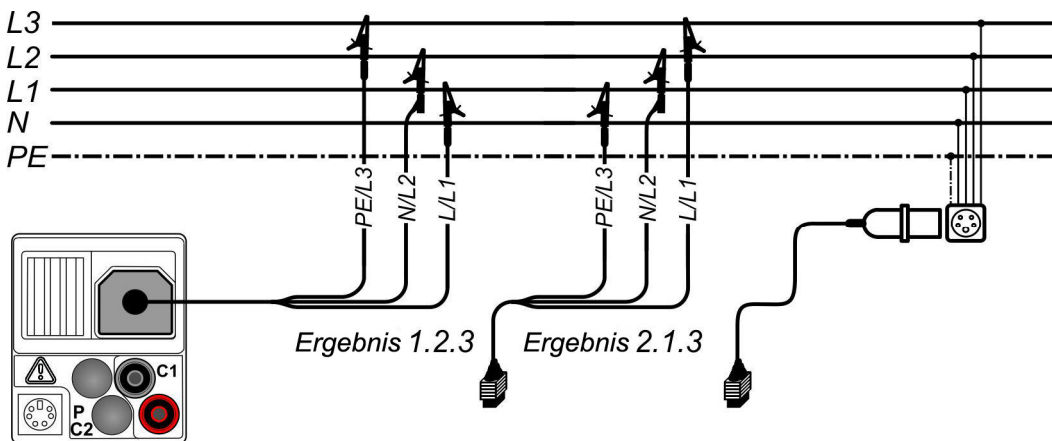
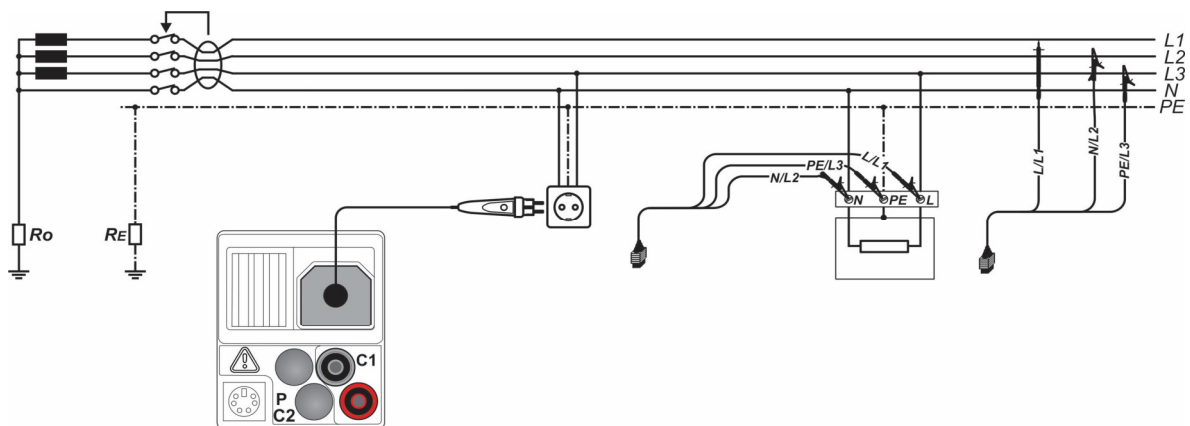

Abbildung 5.2: Anschluss der 3-Leiter-Prüfleitung und des optionalen CEE-Messadapters (044148) im Dreiphasensystem
Abbildung 5.3: Anschluss des optionalen Commander-Prüfsteckers (044149) und der 3-Leiter-Prüfleitung im Ein-/Dreiphasensystem
- Kontaktieren Sie die Prüflleitungen an das Prüfobjekt (siehe Abbildung 5.2 und Abbildung 5.3).